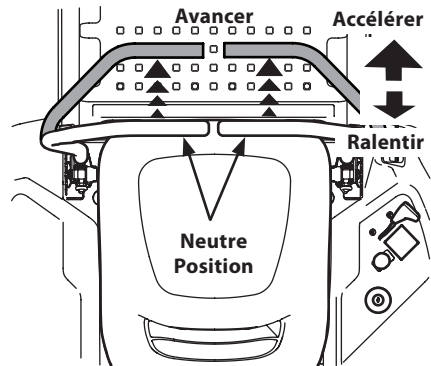

Figure 22
1. Avancez lentement et régulièrement les deux leviers de contrôle de la barre abdominale. Le tracteur commencera à avancer. Consultez la Figure 22.